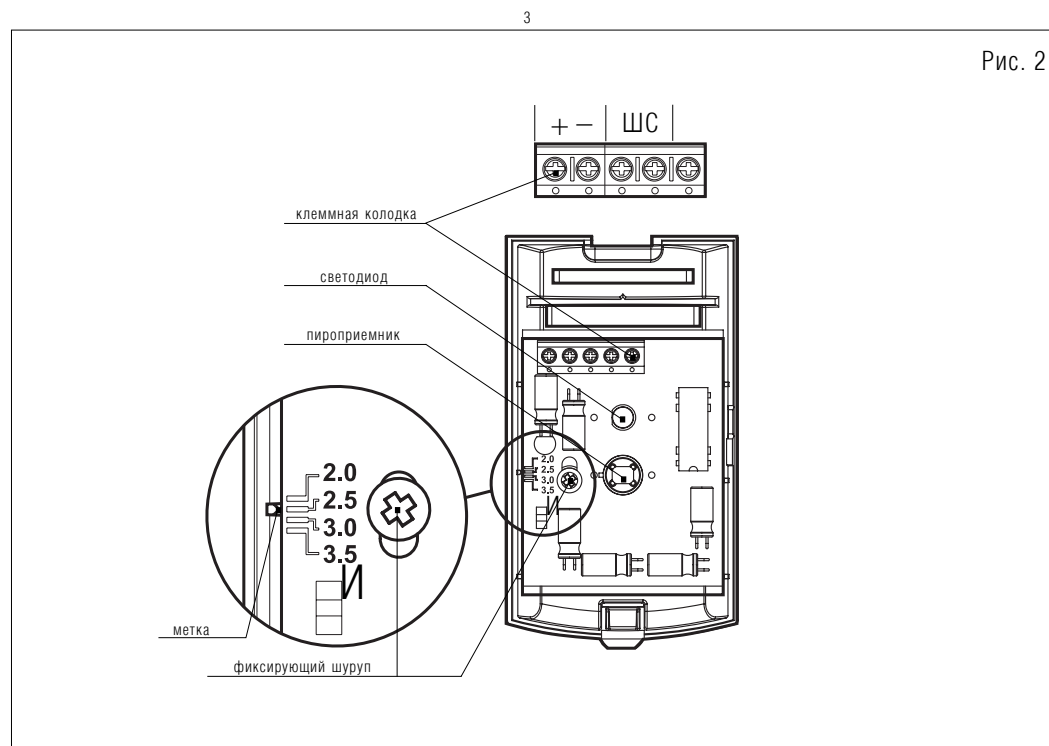

Рис. 2
- Ослабить шуруп, фиксирующий крепление платы, сопоставить метку с риской, соответствующей высоте установки (рис.2). Это обеспечит дальность действия известателя (10+0,1) м. Для уменьшения дальности действия плату необходимо сместить вверх. Закрепить плату фиксирующим шурупом.
- Подключить провода к клеммной колодке (рис. 2) и установить крышку (рис. 6). Свободный клеммный контакт может быть использован для подключения выносного резистора.